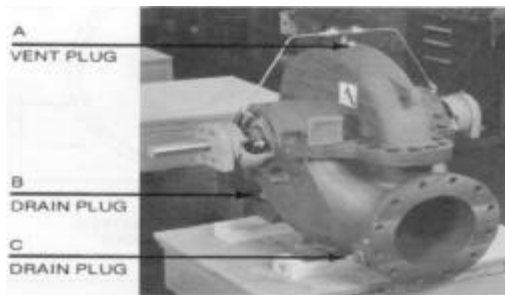

FIGURA 19 – ELEMENTO GIRATORIO (EMPAQUE INSTALADO)
- Dele pequeños golpes a las cajas de empaquetadura con un martillo de cabeza blanda para romper el sello que está entre la caja de empaquetadura y la mitad inferior de la carcasa y eleve el elemento giratorio hacia fuera de la caja inferior. El elemento giratorio ahora se puede mover hacia un lugar de trabajo apropiado. (Consulte la Figura 19).